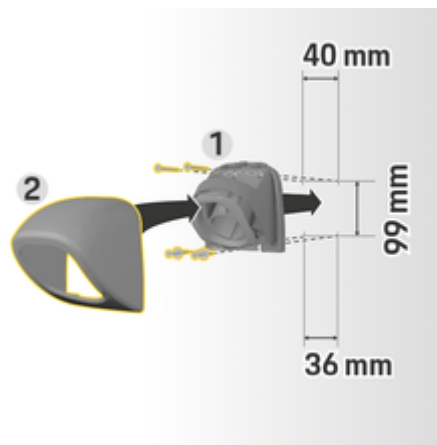

Fig. 118: Dimensões de perfuração
1. Remover o fecho do conector **1** (Fig. 118) da capa **2** (Fig. 118).
4. Aparafuse o fixador do conector **1** (Fig. 118) à parede.
5. Coloque a cobertura **2** (Fig. 118) no fixador do conector **1** (Fig. 118) a partir de baixo e empurre para cima.